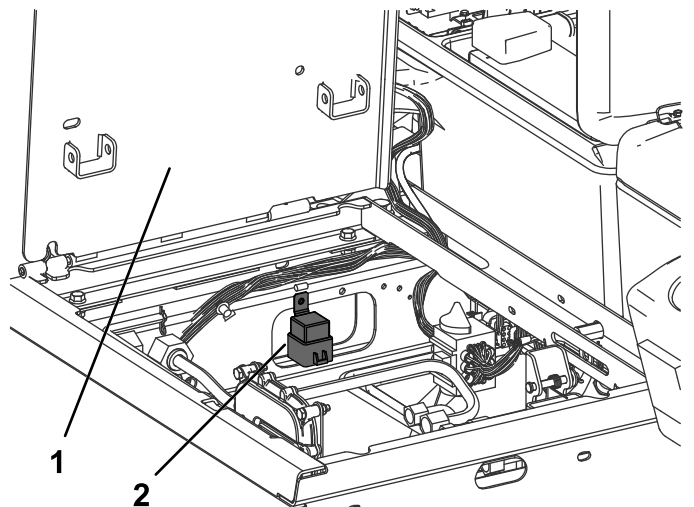

**Figura 25**
5. Ligue a ligação de olhal ao bloco do terminal terra, como se mostra na Figura 25.